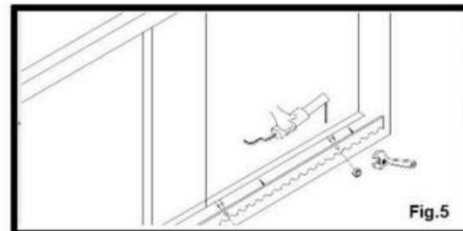

Fig.5
- Coloque la primera Pieza de la Cremallera en el Engrane y Suelde la Primera Tuerca en el Portón (Fig.5).